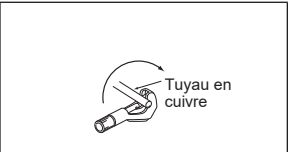

Fig. 1
- Coupez correctement le tuyau en cuivre avec un coupe-tuyaux. (Fig. 1, 2)